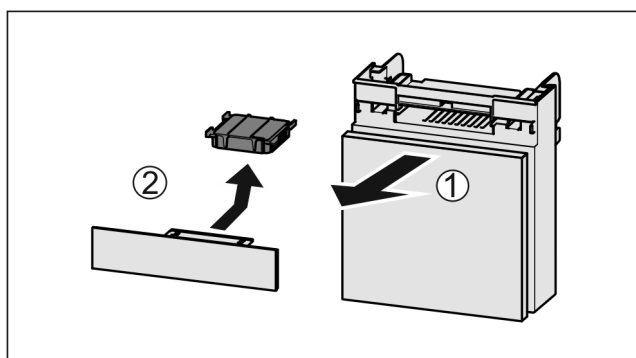

Fig. 137
- ▶ Predal izvlecite Fig. 137 (1) naprej.
- ▶ Odstranite Fig. 137 (2) aktivni ogljeni filter.